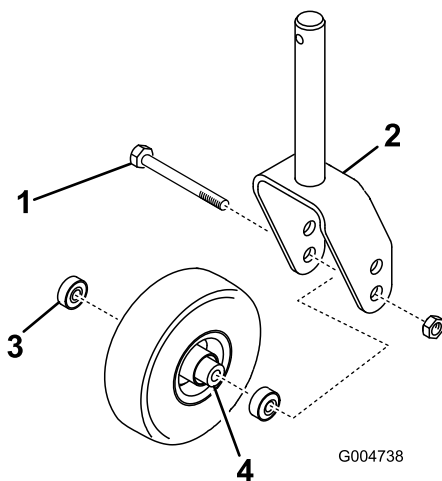
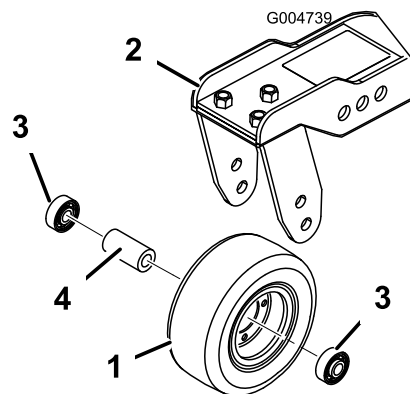

Figure 77
Figure 78
1. Retirez le contre-écrou du boulon vis de fixation de l'ensemble roue pivotante entre la fourche (Figure 77) ou le bras pivotant (Figure 78). Maintenez la roue pivotante et sortez le boulon de la fourche ou du bras pivotant.
2. Enlevez le roulement du moyeu de la roue et laissez tomber la douille d'écartement à l'extérieur (Figure 77 et Figure 78). Enlevez le roulement de l'autre côté du moyeu.